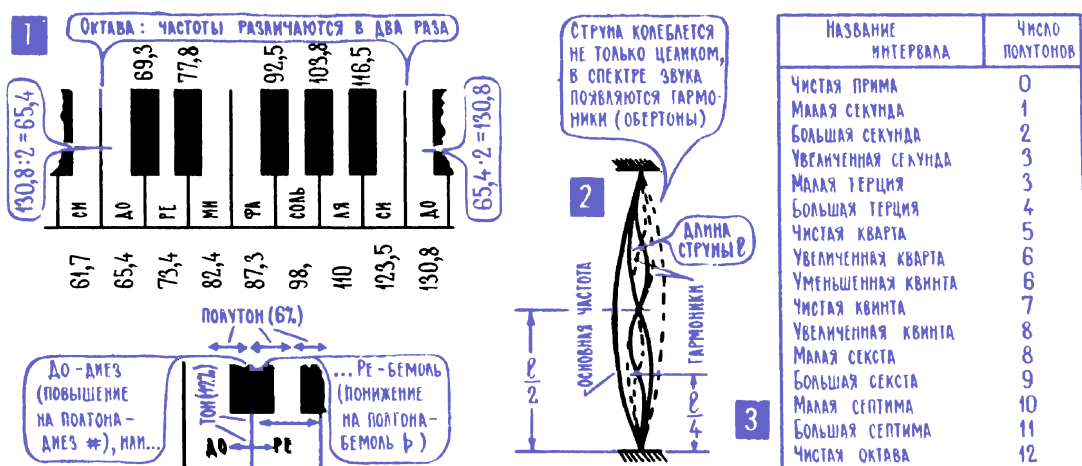
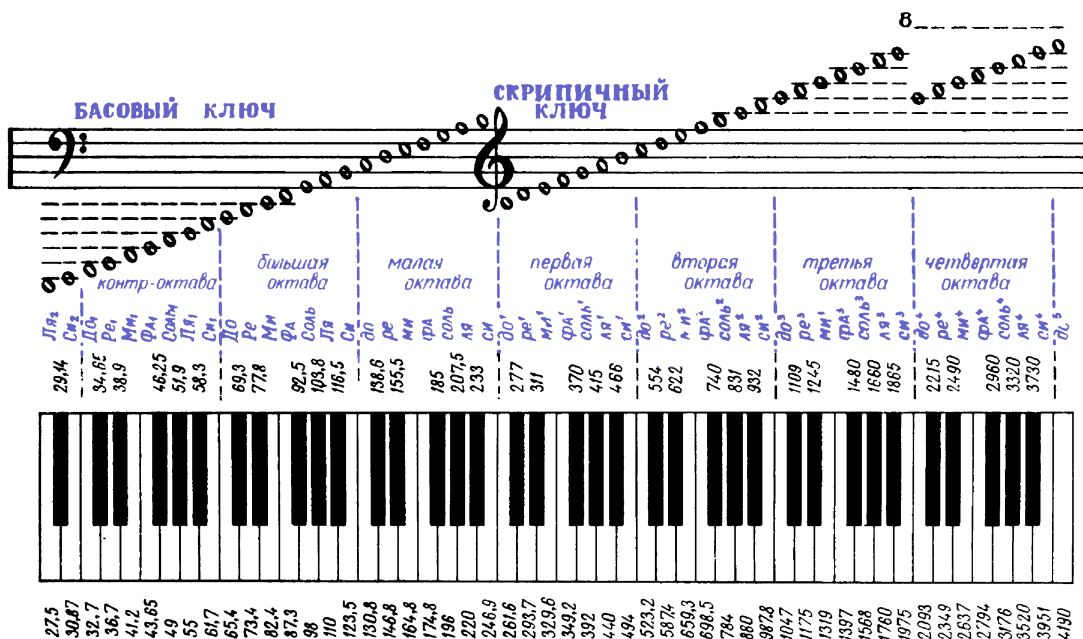

Рис. 14.1. Устройство музыкальной октавы
Рис. 14.2. Устройство и частоты хроматической музыкальной шкалы
3. Октава: частотный интервал между звуками, частота которых различается в два раза и звучание которых поэтому кажется похожим. Похожесть некоторых разных музыкальных звуков легко обнаруживается, если, например, прислушаться к звучанию двух разных *до* или любых других двух звуков с одинаковыми названиями. Явно слышится, что частота у двух таких одноименных звуков разная, что одно *до* намного выше другого, но в то же время явно слышится, что они чем-то очень похожи. Заметить признаки такой похожести тоже нетрудно: частота любого *до* ровно в два раза больше, чем предыдущего, и ровно в два раза меньше, чем последующего. Это относится ко всем одноименным нотам: у двух соседних *ре*, двух соседних *ми* и т. д. частота всегда различается в два раза. Этот частотный интервал «в два раза» называется октавой (рис. 14.1; 1), а кроме того, октавой называют все звуки, которые лежат в пределах этого интервала, все ноты, которые находятся между двумя соседними *до*.
Чтобы сделать предположение о физической природе похожести звуков с кратными частотами, достаточно посмотреть, как происходит колебание реальной струны (рис. 14.1; 2). Струна колеблется не только целиком, но еще и своими отдельными частями, колебательные движения совершают половинки струны, четвертушки, участки, равные одной трети длины, одной пятой и т. д. Эти дополнительные колебания как раз и создают высшие гармоники в звуковом спектре струны, создают призвуки, которые определяют ее спектр, окраску звучания. А когда струна работает как приемник звука (гл. 7; 10), то она резонирует не только на основной частоте, но и на обертонах, на высших гармониках. Например, струна, настроенная на 110 Гц (для большой октавы, см. рис. 14.2), будет резонировать и на частотах 220 Гц, 330 Гц, 440 Гц... Можно предположить, что наши природные акустические резонаторы, подобно струне, резонируют на высших частотах, кратных основной частоте, и особенно сильно на частотах, которые в два,
В пределах октавы – 12 частотных ступенек «высотой» примерно в 6 %² (рис. 14.1; 1); если 12 раз последовательно увеличивать или уменьшать частоту на 6 %, то в итоге получится изменение частоты на 100 %, то есть в два раза. Частотный интервал между двумя соседними нотами получил название «полутон», интервал в два полтона называется «тон». В пределах октавы – 12 полутонов, на всей музыкальной шкале семь полных октав, и каждая из них имеет свое название (рис. 14.2).
4. Одновременное звучание двух нот в зависимости от соотношения между их частотами может быть благозвучным (консонанс) или неблагозвучным (диссонанс). Одновременное звучание двух нот с интервалом в октаву, то есть звуков, частоты которых различаются в два раза, создает ощущение единого слитного звука. Называется такое созвучие «совершенным консонансом», то есть идеально согласованным звучанием, чистой октавой (рис. 14.1; 3). Кроме совершенного консонанса, наблюдаются еще и другие благозвучные сочетания, они появляются в том случае, когда оказываются согласованными некоторые гармоники двух звуков. Так, например, консонансом в какой-то степени можно считать чистую квинту, при которой частота 3-й гармоники одного звука совпадает с частотой 2-й гармоники другого. Пример: третья гармоника ля малой октавы имеет частоту $220 \cdot 3 = 660$ Гц, вторая гармоника ми₁ (то есть ми первой октавы) имеет частоту $329,6 \cdot 2 \approx 660$ Гц. Созвучие ля-ми, как и другие созвучия с интервалом в семь полутонов, называется квинтой, его вполне можно считать консонансом, хотя и несовершенным. К числу несовершенных консонансов также относятся кварта и терция, все остальные созвучия – диссонансы, то есть несогласованные, неблагозвучные звуко сочетания.